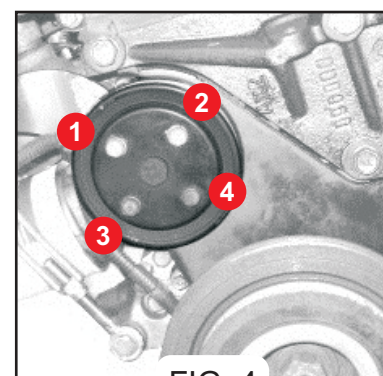

FIG. 4
- 1 El siguiente paso es vaciar el circuito de refrigeración y aflojar los 4 tornillos de la polea de la bomba de agua [FIG. 4].
- 3 Actuar de la misma forma para destensar las correas auxiliares, del alternador y del compresor del aire acondicionado. A continuación, retirar las 3 correas auxiliares [FIG. 1] y la polea de la bomba de agua [FIG. 4].
- ⑤ Montar las tapas de la distribución y la polea de la bomba de agua [FIG. 4].
- ⑥ Montar la correa auxiliar de la bomba de agua, y actuar sobre el tornillo de tensado de la placa de reglaje de la bomba de dirección para tensar la correa. A continuación, apretar los tornillos de fijación de la bomba de dirección.
- ⑦ Montar las otras correas auxiliares y proceder con el resto del montaje.